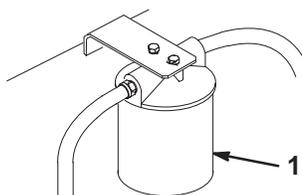

Bild 46
3. Stellen Sie eine Auffangwanne unter den Filter, bauen Sie den alten Filter aus und wischen Sie die Dichtungsfläche des Filterstutzens sauber (Bild 46).